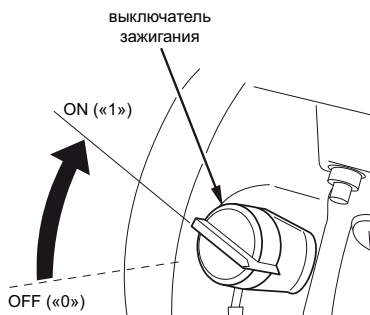

Рис. 10
8.7.8. Перевести выключатель зажигания в положение «ON» («1») (см. рис. 10) (кроме насоса WP10M).
8.7.14. Для запуска насоса при температуре окружающего воздуха +5 .. +10°C, необходимо перевести выключатель зажигания в положение «OFF» («0») (см. рис. 10) (кроме насоса WP10M). Без излишней силы 3-4 раза дернуть за ручку шнура стартера на себя. Далее действовать как указано в пунктах 8.7.6. - 8.7.12.
8.8.2. Перевести выключатель зажигания (рис. 10) в положение «OFF» («0»). Для выключения насоса WP10M - нажать на кнопку «СТОП», расположенную на его корпусе;